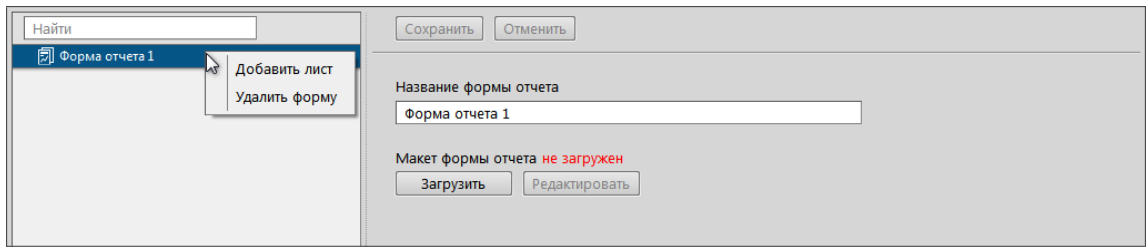

Рисунок 301 - Наполнение формы отчета
2. Нажмите *ПКМ* по созданной форме отчета и выберите **Добавить лист** (Рисунок 301). Появится «Лист N», где N – порядковый номер листа формы отчета.